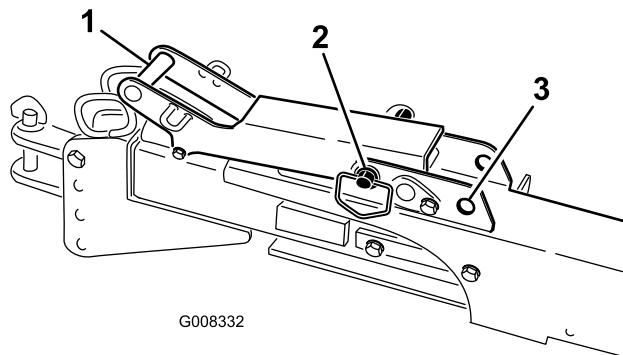

Figura 35
- Se usate l'attacco di traino, riposizionate il processore core dietro il veicolo, ritraete l'attacco di traino e spostate il perno della maniglia di chiusura in posizione bloccata (Figura 35).